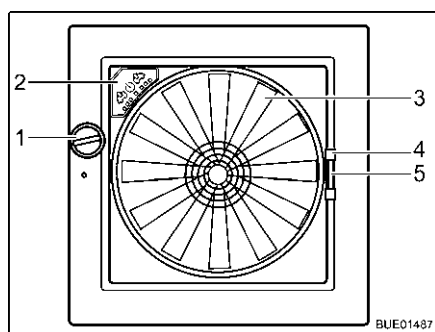

Fig. 62 Oblò Omni-Vent
- Ruotare la manopola (Fig. 62,1), finché non si raggiunge l'angolo di apertura desiderato.
- Ruotare la manopola (Fig. 62,1), finché l'oblò non è completamente chiuso.
- Tirare la zanzariera per l'impugnatura (Fig. 62,4) verso il lato opposto del telaio.
- Serrare la maniglia (Fig. 62,5) dell'oscurante.
- Ventilatore** Se l'oblò è aperto, la zona interna può essere sfiata con il ventilatore a 6 stadi (Fig. 62,3). Il ventilatore si controlla dal quadro di comando (Fig. 62,2).